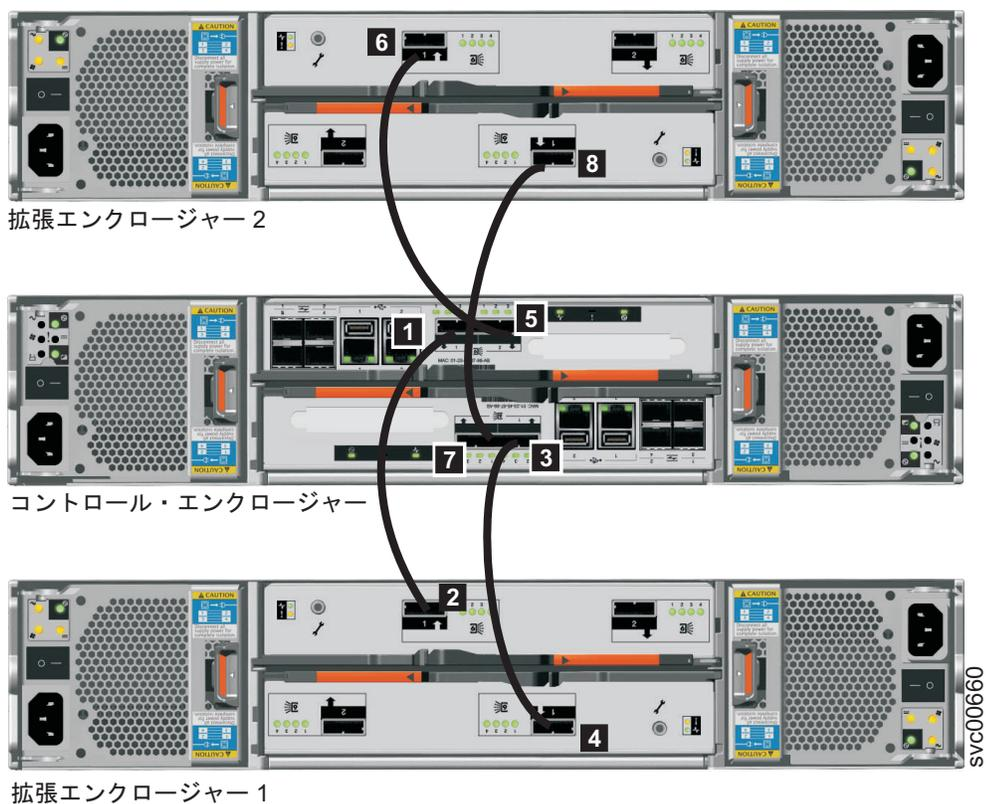

図 11. 2 番目の拡張エンクロージャーの追加
3. コントロール・エンクロージャーの SAS ケーブルを 2 番目の拡張エンクロージャーに接続します (16 ページの図 11 を参照)。2 番目の拡張エンクロージャーはコントロール・エンクロージャーの上にあります。